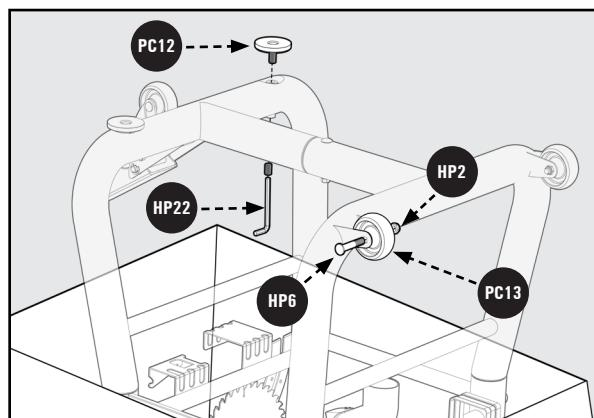

Figure 3
1. À l'aide d'une clé de 13 mm, fixez les deux roues fixes **PC13** sur les deux pattes gauches, en face de la roulette pivotante, à l'aide des boulons à épaulement de Écrou d'Épaulement à (2) Tête Ronde M8 x 53mm **HP6** et des écrous Nylock M8 **HP2**. Un pour chaque roue la Figure 3.
4. Les deux pieds réglables **PC12** peuvent être soulevés et abaissés en les faisant tourner. Les pieds peuvent être ajustés pour mettre la scie à niveau et peuvent être verrouillés en place avec les vis de réglage préassemblées à l'aide de la clé Allen de 6mm fournie **HP22**. Voir la Figure 3.